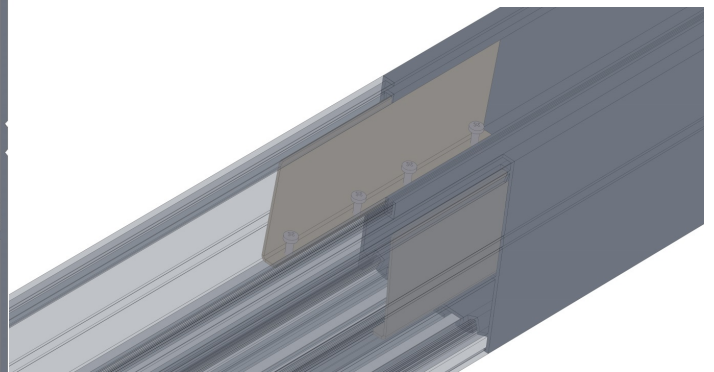

Рис.2
- Соедините корпуса между собой и зафиксируйте присоединённый корпус винтами; См. Рисунок 2